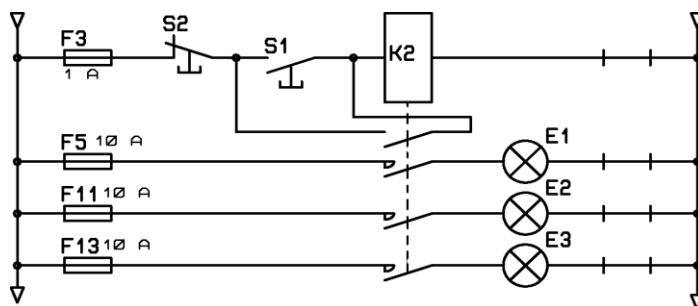

Figure 10 : schéma d'un montage (représentation assemblée).
- représentation assemblée (exemple figure 10) : les symboles des différents éléments d'un même appareil, ou d'un même équipement, sont représentés juxtaposés sur le schéma.